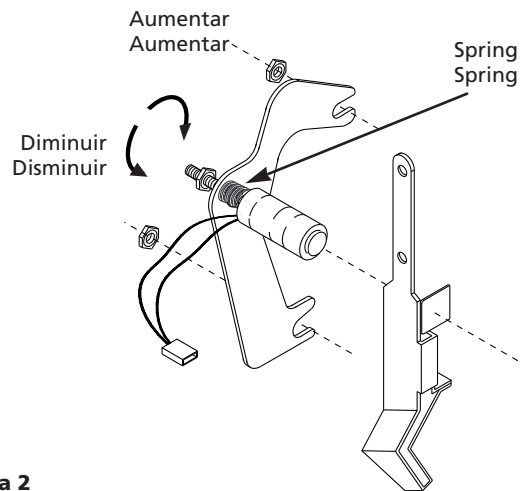

Figura 2
5. Quando a mola estiver colocada no lugar, vire a porca frontal no sentido horário (Veja a Figura 2).
5. Quando a mola estiver colocada no lugar, vire a porca frontal no sentido anti-horário (Veja a Figura 2).
5. Cuando el resorte esté colocado, gire la tuerca frontal en el sentido de las agujas del reloj (Véase la Figura 2).
5. Cuando el resorte esté colocado, gire la tuerca frontal en el sentido contrario a las agujas del reloj (Véase la Figura 2).